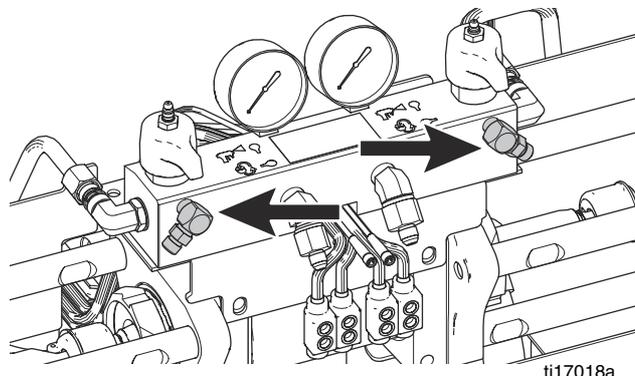

FIG. 16 : Dépose des raccords de circulation
7. Retirez les raccords de circulation A (rouge) et B (bleu) du collecteur de fluide. Consultez la FIG. 16. Nettoyez les raccords et mettez-les de côté. Ils ne seront plus nécessaires.